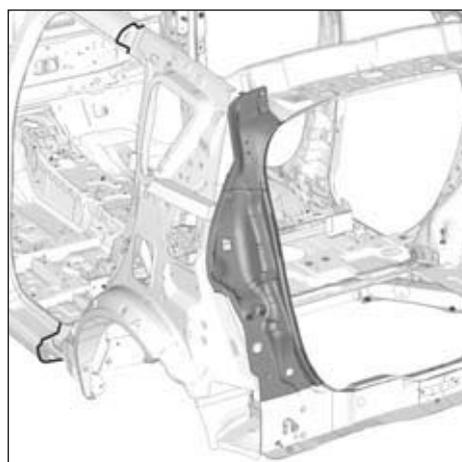

FIG.135
- Respecter la position de la pièce (Fig.135).